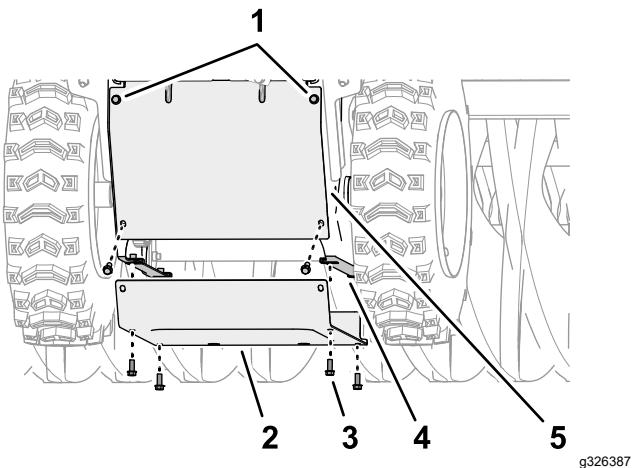

Figura 51
4. En la parte inferior de la máquina, alinee los orificios de la cubierta inferior con los orificios de las pestañas de las chapas laterales derecha e izquierda (Figura 51).
5. Monte la cubierta inferior en la máquina (Figura 51) con los 6 tornillos con arandela prensada (1/4" x 5/8").
6. Apriete los 2 tornillos con arandela prensada superiores (1/4" x 5/8") que sujetan la cubierta trasera a la máquina (Figura 51).